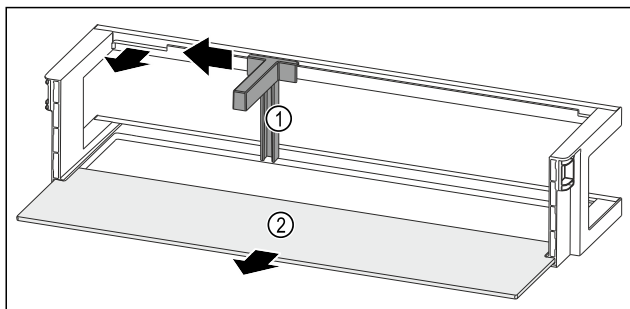

Fig. 203 Rafti i derës me mbajtëse për shishe dhe raft mbajtës
- Shtyni mbajtësen e shisheve Fig. 203 (1) anash deri te foleja.
- Hiqni mbajtësen e shisheve Fig. 203 (1).
- Hiqni raftin mbajtës Fig. 203 (2).